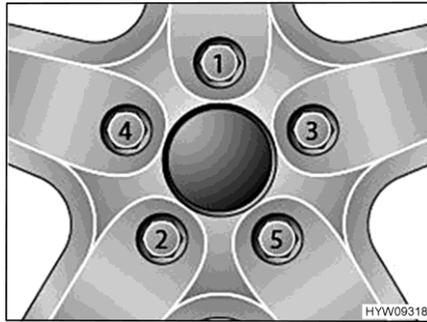

Fig. 103 Serrer en croix les écrous ou les boulons de roue
- Serrer les écrous ou les boulons de roue dans l'ordre indiqué à la Fig. 103. Utiliser pour ce faire une clé dynamométrique et respecter le couple de serrage prescrit (voir paragraphe 14.5).
- Vérifier régulièrement le serrage des écrous ou des boulons de roues. Resserrer tous les écrous ou les boulons de roue 50 km après le changement d'une roue. Respecter l'ordre indiqué à la Fig. 103.
- Si des jantes neuves ou repeintes sont utilisées, alors resserrer les écrous ou les boulons de roue une fois de plus après env. 1000 à 5000 km. Respecter l'ordre indiqué à la Fig. 103.